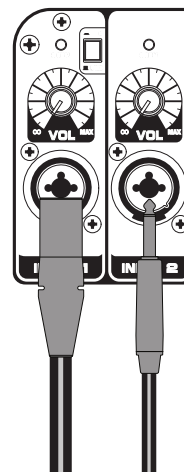

Рисунок 2
4. Подключите сигнальный кабель от вашего микшерного пульта (либо другого источника сигнала) или микрофон в разъем 1, линейный источник в разъем 2 на тыльной панели (рисунок 2). Если вы используете микрофон, установите переключатель чувствительности в положение “микрофон”.